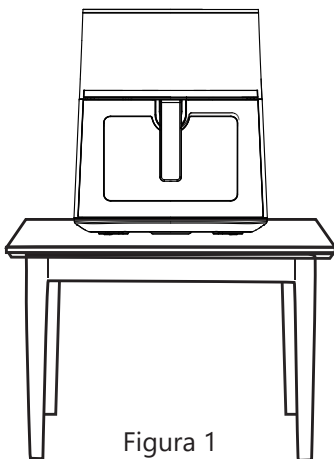

Figura 1
1. El producto debe estar colocado de forma estable sobre una mesa o superficie plana (Figura 1), donde el cable sea lo suficientemente largo para poder enchufarlo en una toma sin forzarlo, y donde haya espacio en torno al aparato de forma que haya una buena circulación de aire. No debe estar cerca de ningún producto inflamable.